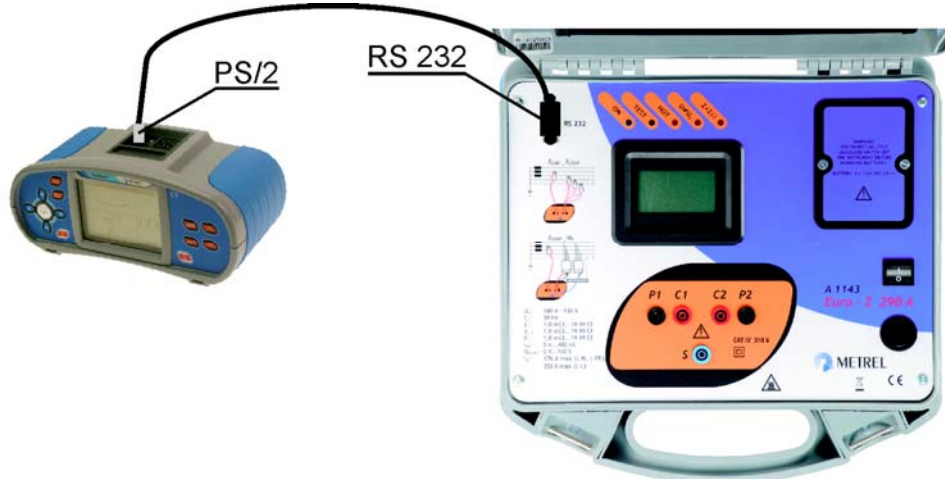
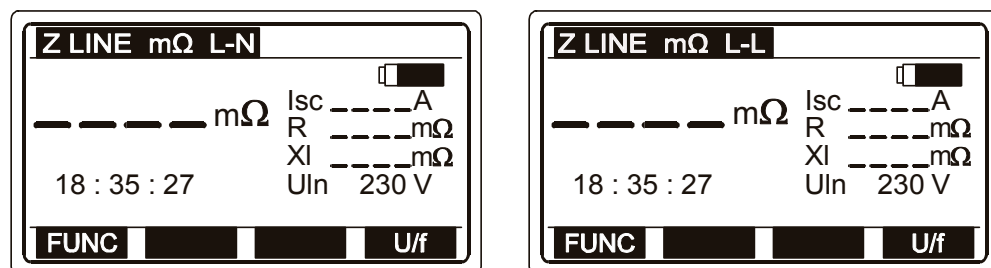

Bild 4.2: Anschluss des Testers Euro Z 290 A an das Instrument Eurotest AT (XA)
Bild 5.1: Menü für die hochpräzise Messung der Leitungsimpedanz
Zur Messung der L-L- und/oder der L-N-Impedanz siehe Kapitel 5.1, Bild 5.1.
- ❑ Verbinden Sie das Kommunikationsschnittstellenkabel RS 232 9-polig Buchse / PS 2 mit dem Eurotest AT (XA) und dem Euro Z 290 A. Siehe Bild 4.2.
- ❑ Wählen Sie am Eurotest AT (XA) die Messfunktion (Z-LINE oder Z-LOOP)
- ❑ Der Eurotest AT (XA) erkennt den Tester\*.
- Zur Messung der L-L- und/oder der L-N-Impedanz siehe Kapitel 5.1, Bild 5.1.